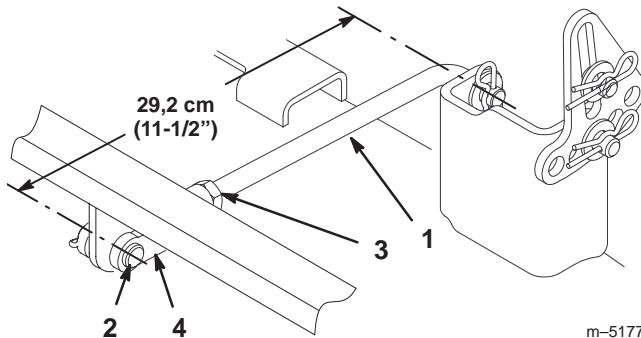

Figure 40
- Mesurez la longueur du tourillon arrière (Fig. 40). Si elle n'est pas égale à 29,2 cm (11-1/2"), enlevez l'axe de chape et la goupille fendue à l'extrémité du tourillon (Fig. 40), desserrez l'écrou de blocage et tournez la chape jusqu'à obtention de la longueur voulue (29,2 cm [11-1/2"]). Fixez ensuite la chape avec l'axe et la goupille fendue. Répétez la procédure de l'autre côté de la tondeuse.
- Quand l'inclinaison avant/arrière voulue est obtenue, serrez les écrous de blocage (Fig. 40 et 42).